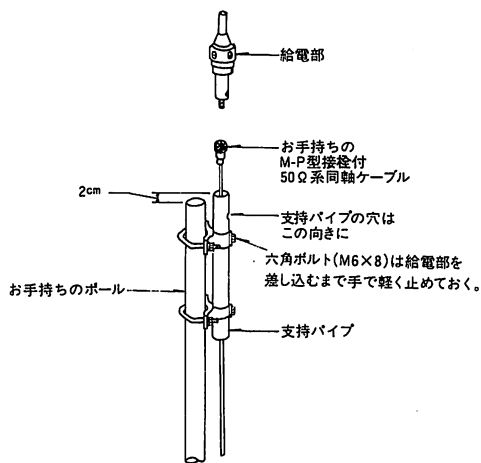

図4
1) お手持ちのボールへ①取付金具、②角U字ボルトスプリングワッシャナット、③六角ボルトで④支持パイプを図4の様に取付けます。このとき、支持パイプがボールよりも2cm高くなる様に取付け、支持パイプを固定する上側の六角ボルト(M6×8)は手で軽く止めておきます。締め付けすぎると、給電部が入らないことがあります。
3) 給電部を支持パイプに通して、支持パイプの穴と給電部のネジ穴を合わせ ⑭六角ボルト(M6×8)スプリングワッシャで固定し、先ほど手で軽く止めていた③六角ボルトも締め付けます。